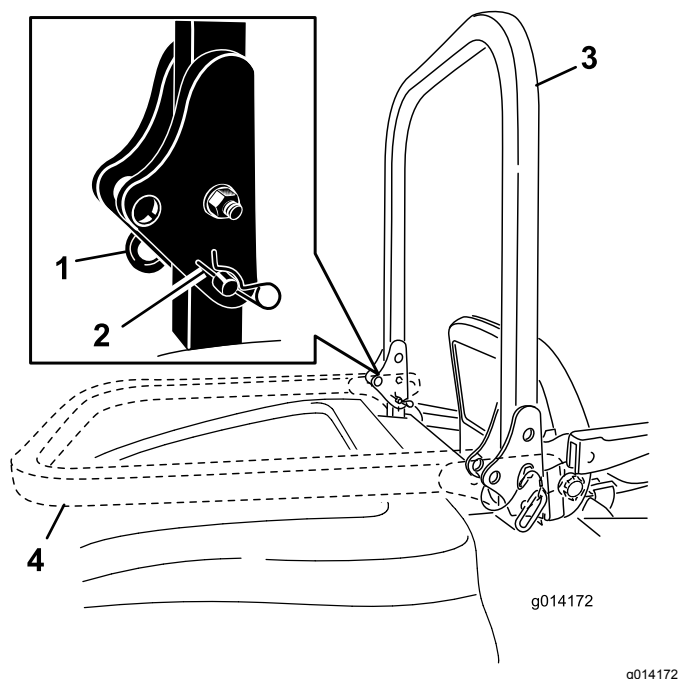

Рисунок 20
2. Извлеките 2 игольчатых шплинта и снимите 2 пальца (Рисунок 20).
3. Поднимите защитную дугу в вертикальное положение (Рисунок 20).
4. Закрепите защитную дугу с помощью 2 пальцев и 2 игольчатых шплинтов (Рисунок 20).
1. Извлеките игольчатые шплинты, нажмите на защитную дугу вперед, преодолевая усилие пружин, и извлеките 2 пальца (Рисунок 20).
2. Опустите защитную дугу в нижнее положение (Рисунок 20).
3. Вставьте 2 пальца в поворотные пластины и закрепите пальцы 2 игольчатыми шплинтами (Рисунок 20).